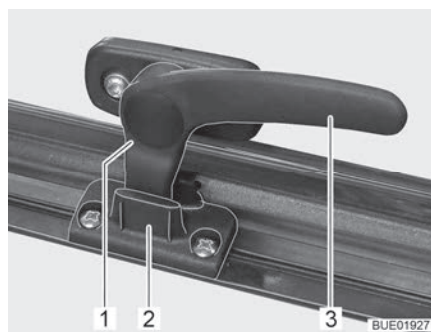

Bild 13 Verriegelungshebel in Stellung "Dauerbelüftung"
- in Stellung "Dauerbelüftung" (Bild 13)
- Den Verriegelungshebel (Bild 13,3) eine viertel Umdrehung zur Fenstermitte hin drehen.
- Den Verriegelungshebel eine viertel Umdrehung zum Fensterrahmen hin drehen. Die Verriegelungsnase (Bild 13,1) dabei in die Aussparung der Fensterverriegelung (Bild 13,2) einfahren.